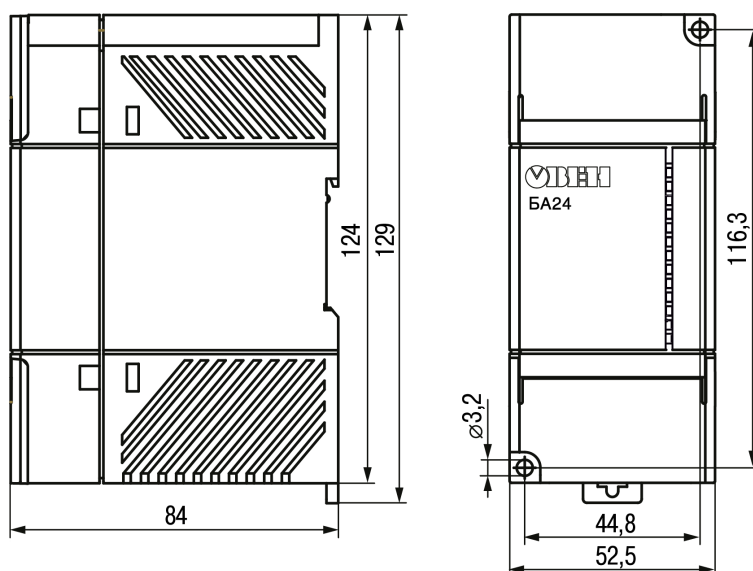

Рисунок 4.2 – Внешний вид, габаритные и установочные размеры прибора
1. Убедиться в наличии свободного пространства для подключения прибора и прокладки проводов (см. рисунок 4.2). Подготовить место на DIN-рейке.
1. Убедиться в наличии свободного пространства для подключения прибора и прокладки проводов (см. рисунок 4.2).